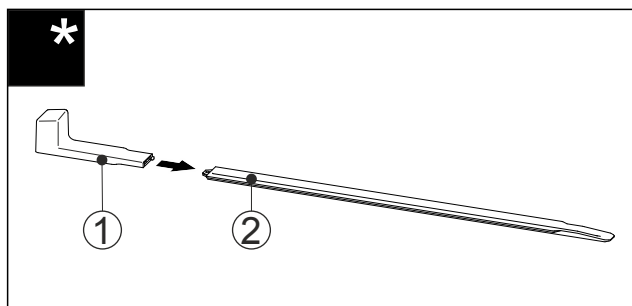

Fig. 56
- Inserire l'impugnatura di montaggio Fig. 56 (1) sulla guida di livellamento Fig. 56 (2).